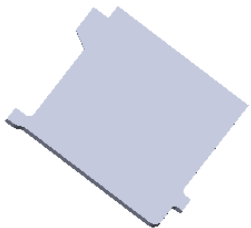
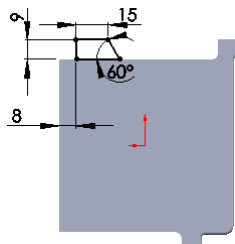

图 7.6.14 薄片 3
图 7.6.15 横断面草图
Step10. 创建图 7.6.14 所示的钣金——特征薄片 3。选择下拉菜单 **插入(I)** → **钣金(B)** → **基体法兰(A)...** 命令；选取前视基准面为草图基准面，绘制图 7.6.15 所示的横断面草图；选中 ☒ **反向(E)** 复选框，完成薄片 3 的创建。